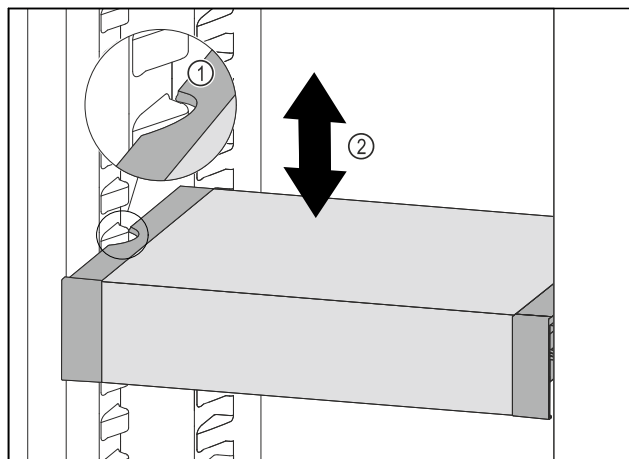

Fig. 122
- Tirare VarioSafe in avanti fino a quando le cavità laterali di VarioSafe non si trovano al livello della nervatura del contenitore nel vano frigorifero. Fig. 122 (1)
- Spostare VarioSafe verso l'alto o verso il basso nel vano frigorifero fino a raggiungere l'altezza desiderata. Fig. 122 (2)